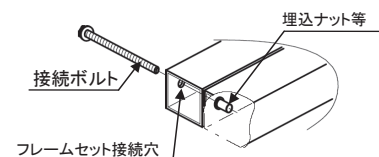

図 4-2 接続部のナット組付け部
- ・チャンパ接続部フレームにナット(埋込ナット等)が組付けされている場合は、噛込みやネジ部が損傷するとナット交換が困難なため、注意して締付願います。(図4-2 参照)